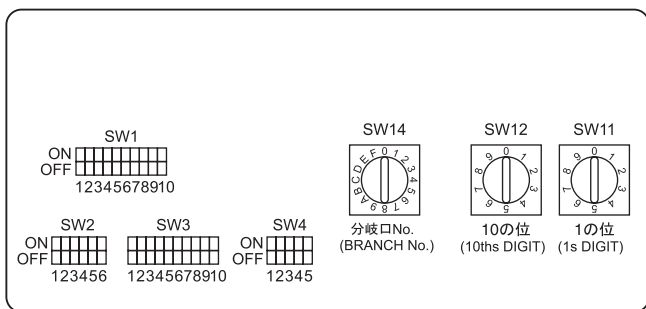

Fig. 4-6
4.5. Configuration des adresses (Fig. 4-6)